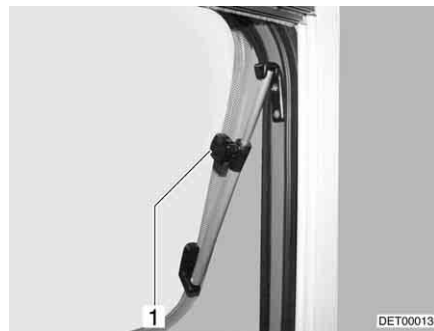

Fig. 90 Ventana abatible con soporte giratorio
- Abrir la ventana abatible hasta la posición deseada y fijarla con el botón moleteado (Fig. 90,1).
- Girar el botón moleteado (Fig. 90,1) hasta que se libere el bloqueo.